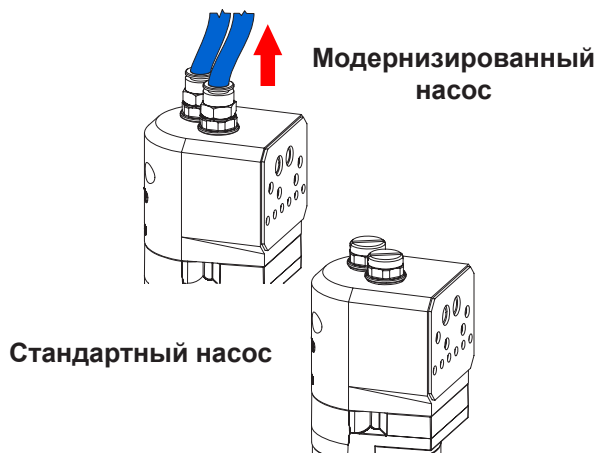

Рис. 14 Отсоединение шлангов продувочного воздуха
1. См. Рис. 14. Провести смену цвета, чтобы удалить прежний порошок из насоса, а затем сбросить давление воздуха в системе и отсоединить шланг продувочного воздуха.